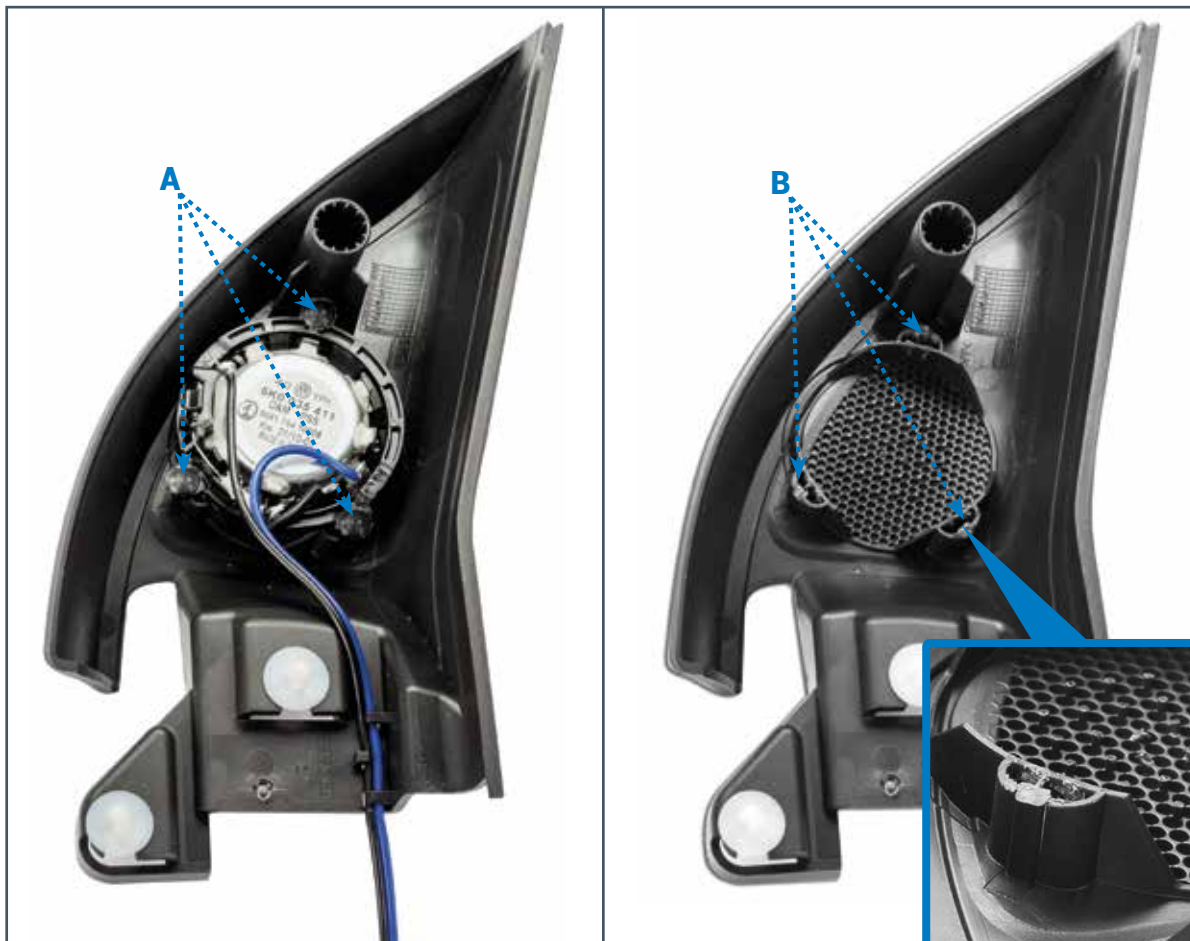

Fig. 29
11.1.1 Rimuovere le tre saldature in plastica per sbloccare il tweeter (Fig. 29 punti A).
11.1.2 Rimuovere i tre perni in plastica fino all'altezza indicata in figura. (Fig. 29 punto B).